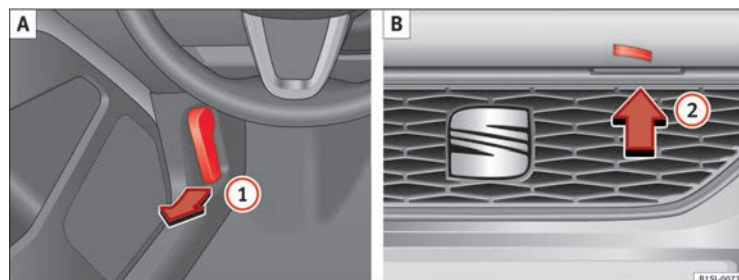

Fig. 109 A : Levier de déverrouillage sur le plancher, côté conducteur. B : Levier de déverrouillage sur le capot-moteur.
- Avant d'ouvrir le capot moteur, assurez-vous que les bras d'essuie-glace reposent bien sur le pare-brise ⇒ ①.
- Tirez le levier de déverrouillage ① dans le sens de la flèche ⇒ fig. 109 A. Grâce à l'action du ressort, le capot-moteur est éjecté de l'élément de verrouillage du porte-serrure ⇒ Δ.
- Soulevez légèrement le capot-moteur et appuyez sur le bouton de déverrouillage ② B dans le sens de la flèche pour ouvrir complètement le capot-moteur.
- Retirez la barre de maintien du capot de son support dans le sens de la flèche ③ C et placez-la dans l'ouverture prévue à cet effet ④ D (flèche).